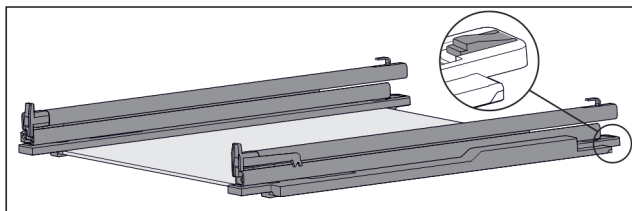

Fig. 120 Siinide ja hoideosadega klaasplaat
- Suruge hoideosa taga alla (vt. Fig. 120) ja lükake samaaegselt siini tahapoole.